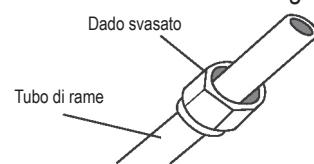

Fig. 6.3
- Posizionare dei dadi svasati su entrambe le estremità del tubo. Verificare che siano rivolti nella direzione corretta poiché al termine della svasatura non è possibile riposizionarli o cambiarne la direzione. Vedere Fig. 6.3